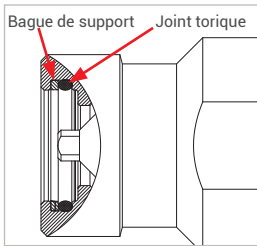

Figure 13
- ▶ Avant d'installer l'insert d'about (pos. 7), vérifiez que les deux composants d'étanchéité (joint torique et bague de support, Figure 13) respectent l'ordre de montage, sont bien positionnés et intacts.